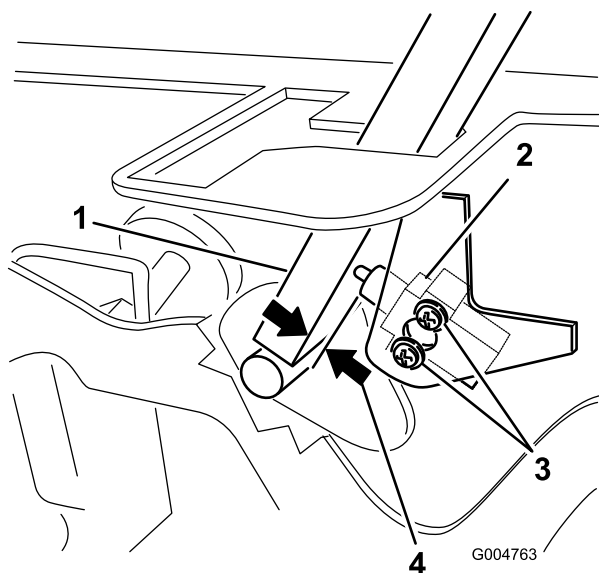

Figure 54
3. Desserrez les 2 vis de fixation du contacteur de sécurité (Figure 54).
4. Maintenez le levier de commande contre le cadre et rapprochez le contacteur du levier jusqu'à ce qu'ils soient espacés de 0,4 à 1 mm, comme montré à la Figure 54.